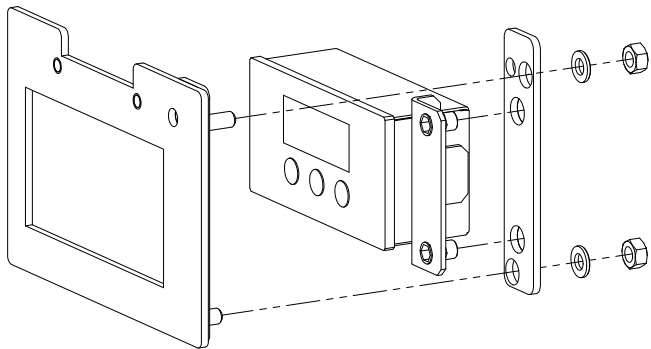

Fig.2
- Die beiliegenden Haltebleche mit den Scheiben und Muttern an die Elektronik montieren (Fig.2).
- Zum leichteren Einbau der OEC den drehbaren Teil des Gerätes mit Betätigung der Fußraste (siehe Anleitung Pico Compact, Fig.2) komplett nach links bzw. rechts drehen. Blockierung der Fußraste lösen siehe Anleitung Pico Compact, Kapitel „Kaminofen drehbar“.